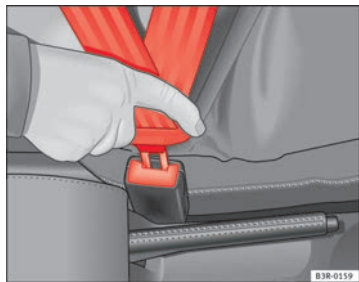

Abb. 11 Gurtschloss und Schloßzunge des Sicherheitsgurtes
- Stecken Sie die Schloßzunge in das zum Sitz gehörende Gurtschloss, bis es einrastet ⇒ Abb. 11.